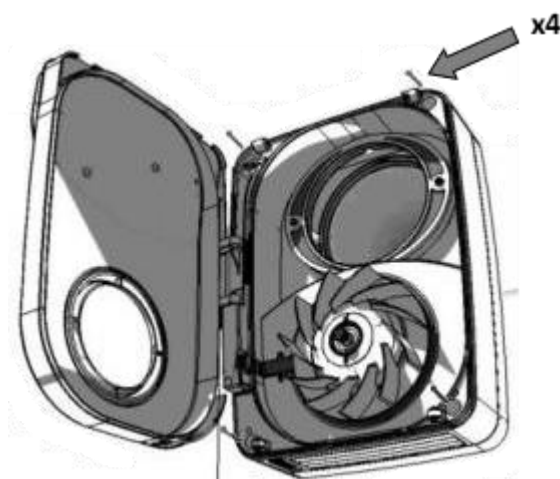

Figura 11
7. Fissare il corpo ventilatore al muro con le quattro viti (Figura 11) facendo attenzione ad allineare il foro posteriore del corpo macchina con il foro ricavato nel muro.